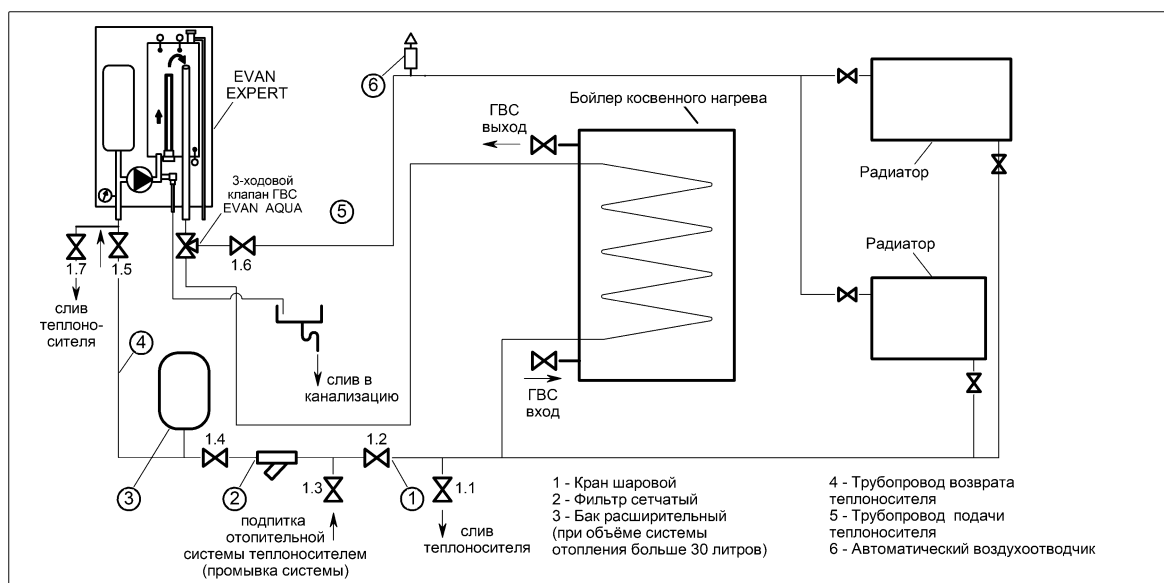

Рисунок 4. Типовая гидравлическая схема системы отопления
4.2.2 Рекомендуемая типовая гидравлическая схема приведена на рис. 4. В системе отопления должны быть обязательно установлены:
5.3.1 Описание действий выполнено по типовой гидравлической схеме (рис.4).